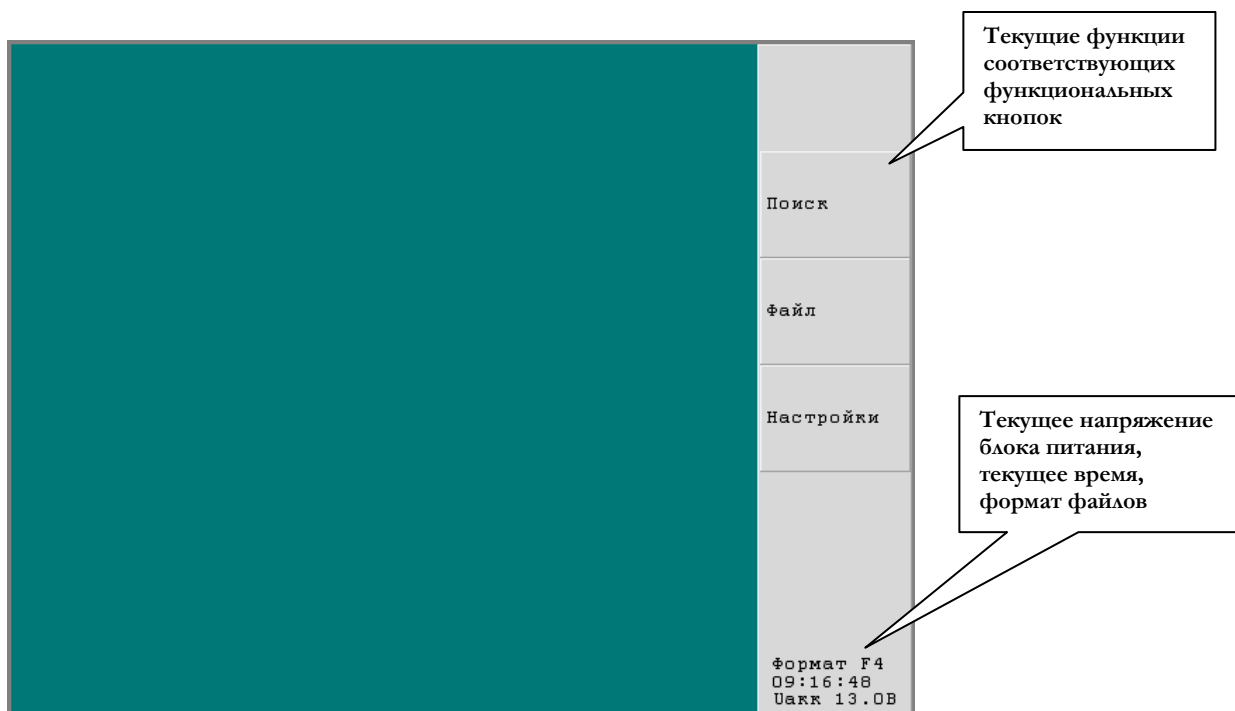

Рисунок 3.5.2 Главное меню
3. Включить тумблер питания внешнего источника и БУО. Через некоторое время на экране отобразится главное меню Рисунок 3.5.2
4. Нажатием функциональной кнопки «2» (Рисунок 3.5.2) выбрать пункт "Поиск". Блок обработки автоматически определит тип антенного блока и выведет на экран графическое изображение принимаемых данных георадара.
Файл - главного меню (Рисунок 3.5.2) позволяет вывести на экран графическое изображение данных георадара, записанных ранее в файлах.